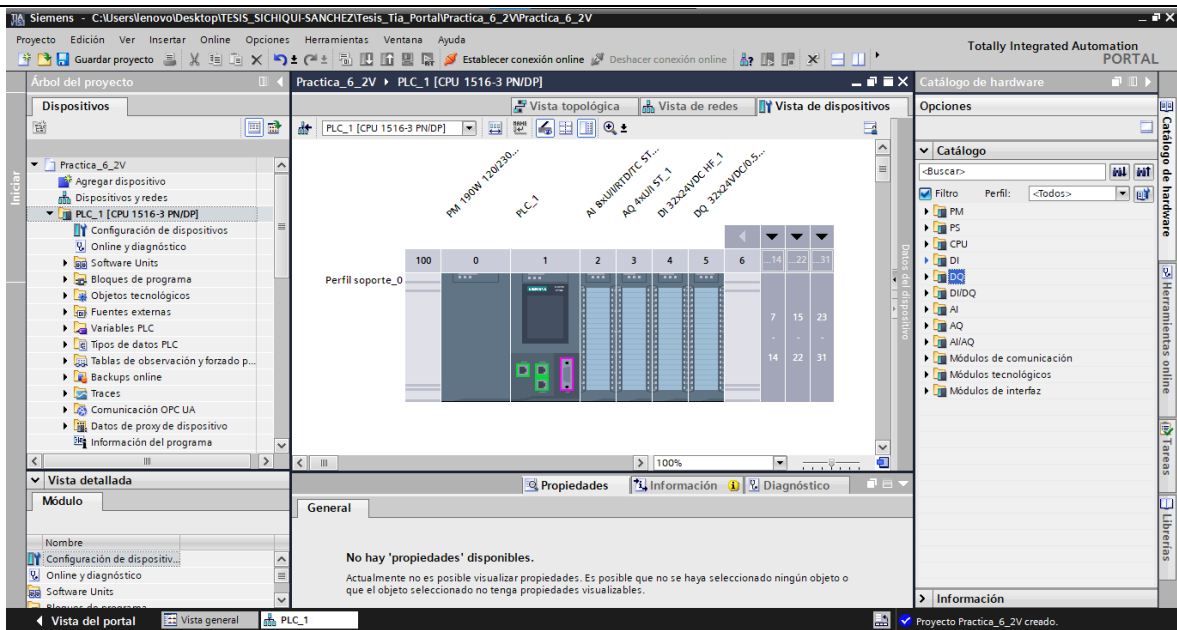

Figura 10. Módulos PLC S7-1500.
(3) Después de agregar el dispositivo, el mismo aparecerá en la ventana “Dispositivos y Redes”, para que el controlador funciones de manera correcta se debe agregar los módulos que componen al controlador. Entonces se debe agregar los módulos siguiendo los siguientes pasos:
- Para agregar el “Módulo de salidas digitales” hacer clic en **DQ** / “DQ 32x24VDC/0.5A HF” / “6ES7 522-1BL01-0AB0”, seleccionar la versión “V1.1” (ver Figura 10).